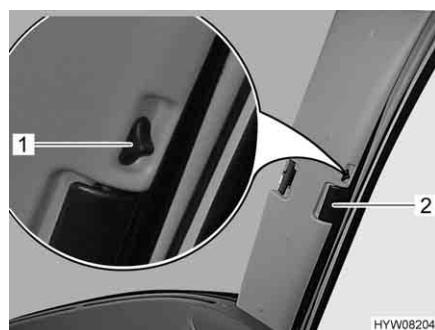

Fig. 53 Tendina oscurante pieghevole per il finestrino del conducente/
- Spingere il bottone di bloccaggio (Fig. 53,1) verso l'alto.
- Con la levetta (Fig. 53,2) tirare le tendine oscuranti pieghevoli per il finestrino del guidatore e del passeggero verso l'altro lato della finestra e congiungerle alle strisce magnetiche.
- Inserire fino all'arresto le tendine oscuranti pieghevoli per il finestrino del guidatore e del passeggero per la maniglia (Fig. 53,2).
- Spingere il bottone di bloccaggio (Fig. 53,1) in basso.